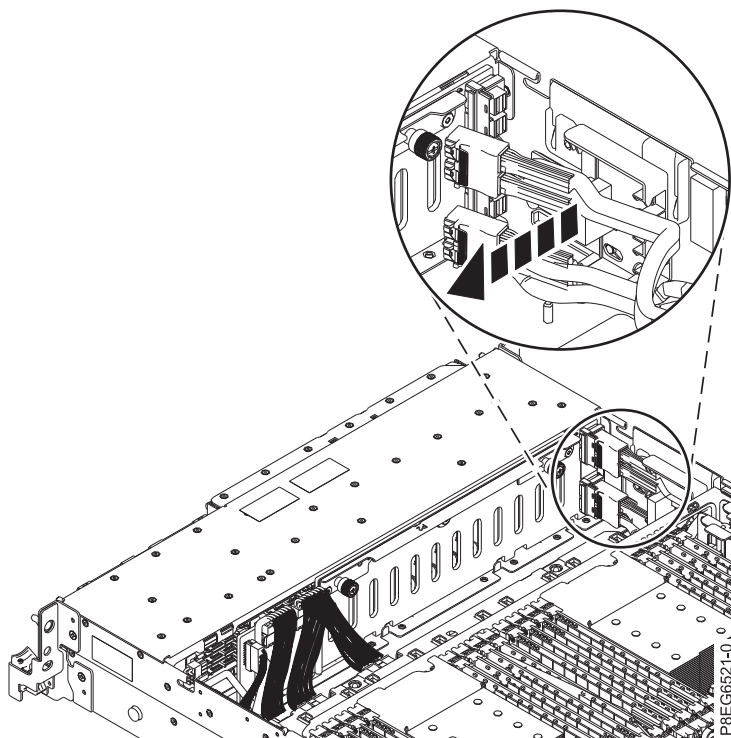

Figure 3. Retrait des câbles SAS
4. Retirez les câbles SAS avant du guide-câble sur le côté du châssis du système, comme illustré dans la figure 3.